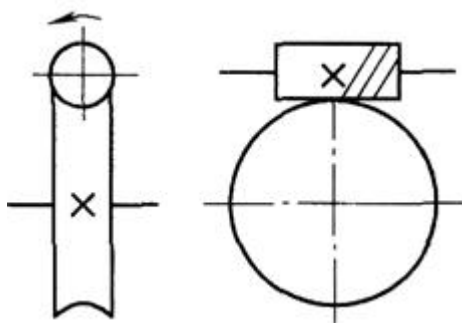

图12-2-1
12-2 如图12-2-1所示，蜗杆主动， $T_1 = 20 \text{ N} \cdot \text{m}$ ， $m = 4 \text{ mm}$ ， $z_1 = 2$ ， $d_1 = 50 \text{ mm}$ ，蜗轮齿数 $z_2 = 50$ ，传动的啮合效率 $\eta = 0.75$ 。试确定：
解：(1) 由图12-2-1可知，蜗杆为左旋，根据左手定则可知蜗杆的轴向力方向向左，则蜗轮的圆周力方向向右，蜗轮沿顺时针方向转动。